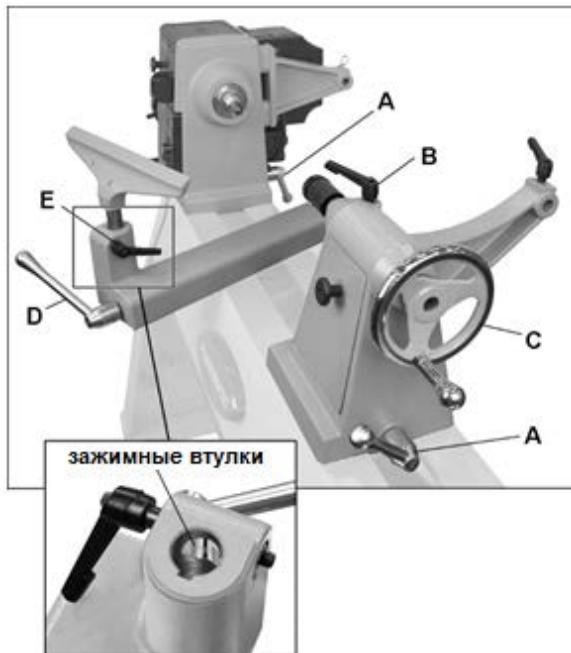

Рис. 8-1: передняя бабка, задняя бабка, подручник
Чтобы передвинуть переднюю или заднюю бабку, поверните запорную рукоятку (A, Рис. 8-1) вперед или назад так, чтобы бабка могла свободно
Ослабьте запорную рукоятку (В, Рис. 8-1), чтобы выдвинуть или задвинуть пиноль задней бабки с помощью вращения маховика (С). Снова затяните рукоятку (В).
Ослабьте запорную рукоятку на основании подручника (D, Рис. 8-1), чтобы перемещать основание вперед-назад или поворачивать. Перед работой на станке плотно затяните рукоятку.
Ослабьте малую рукоятку (Е, Рис. 8-1). Убедитесь, что зажимные втулки (выносной вид, Рис. 8-1) достаточно разведены, чтобы установить удлинительную стойку подручника.
Запорные рукоятки, такие как В, Рис. 8-1, можно повернуть в более удобное для оператора положение. Просто поднимите рукоятку и прокрутите вокруг оси, затем отпустите, убедившись, что она осталась на оси.
2. Для его демонтажа ослабьте запорную рукоятку (В, Рис. 8-1) и задвиньте пиноль, вращая маховик против часовой стрелки до тех пор, пока центр не отсоединится самостоятельно. Предотвратите падение центра, так как он может повредиться.